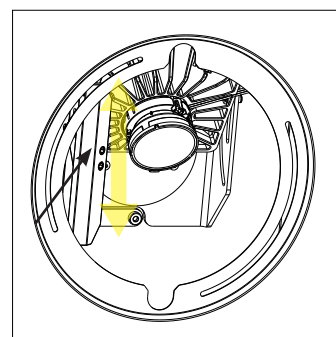

Fig. 20 (inclinarse)
- d. Con la herramienta hexagonal de 4 mm, utilice el control de inclinación para apuntar el emisor (consulte la Fig. 20).